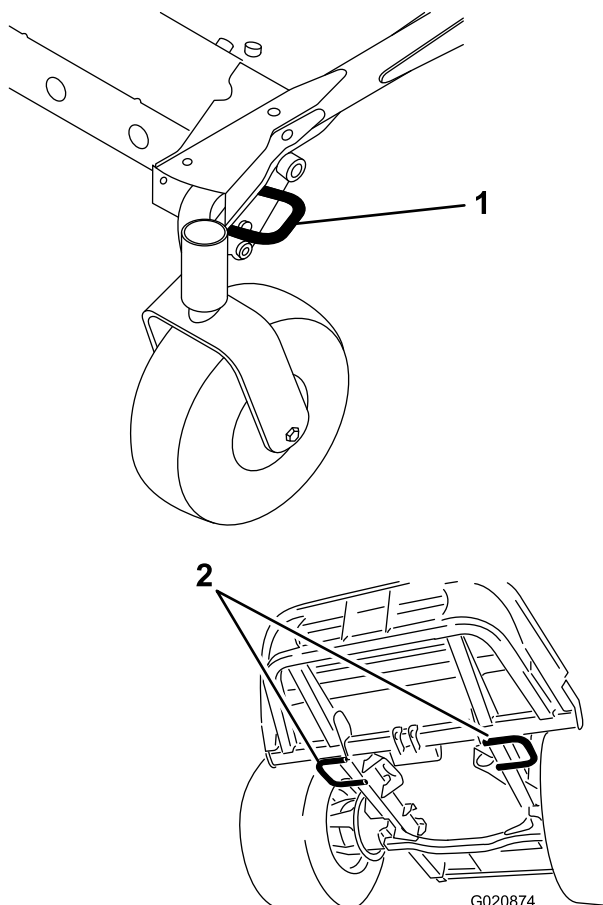

図 36
- ・ (また、トレーラやトラックに機械を載せて運搬する場合には、地域の交通規則にしたがって、ロープ、チェーン、ケーブルなどで確実に機体を固定してください(図 36)。